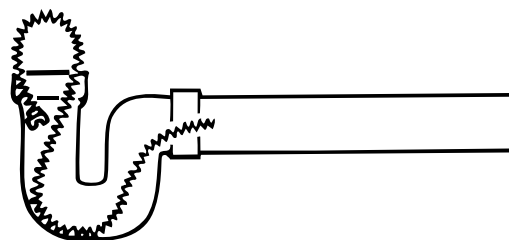

Figura 7 – Modo de trabar el cable a la entrada del desagüe
- Trabe el final del cable en la entrada del desagüe metiendo su extremo en la tubería como se muestra en la *Figura 7*. Este procedimiento es especialmente útil cuando se está limpiando un desagüe o conducto con un fuerte declive como una bajante o tubo vertical de evacuación.